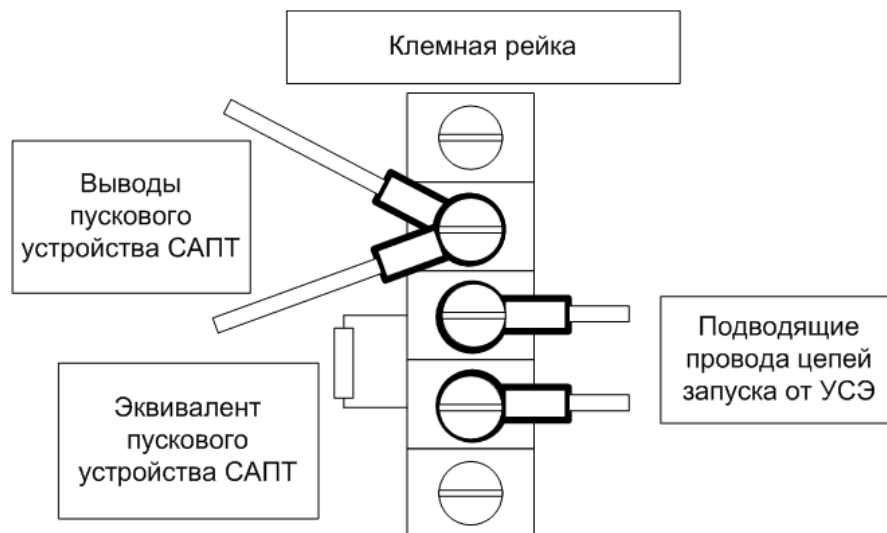

Рис. 12.1 - Коммутация цепей запуска САПТ при приемо-сдаточных испытаниях
**Перед проведением заводских приемо-сдаточных испытаний системы пожарной сигнализации и автоматического пожаротушения СПСТ Эл4-04 (в дальнейшем СПСТ) выводы пусковых устройств всех САПТ должны быть закорочены (см. рис. 12.1), а вместо них к клеммным рейкам должны быть подключены эквиваленты генераторов.**
Установить - эквиваленты генераторов на подводящие провода к клеммным рейкам генераторов огнетушащего аэрозоля (соблюдать полярность не обязательно). Выводы эквивалентов генераторов коммутируются к оконцевателям проводов, подключаемым к клеммным рейкам генераторов аэрозоля 8145-8146, 8151-8152, 8157-8158, 8161-8162, 8167-8168, 8173-8174. Проверить СПСТ на соответствие проекту (монтажной схеме СПСТ). При этом выводы пусковых устройств должны быть отключены от этих клеммных реек и закорочены (см. рис. 12.1).